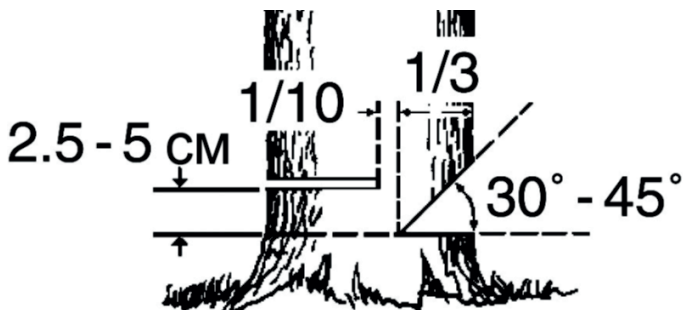

Рис. 9 / Fig. 9 Расположение запила и пропила / Location of the cut and felling cut
5. Сделайте запил с той стороны, куда должно упасть дерево. Глубина запила примерно $\frac{1}{3}$ диаметра ствола под углом 30-45° (Рис. 9).
5. Make a cut on the side where the tree should fall. The depth of the cut should be approximately $\frac{1}{3}$ of the diameter of the trunk at a 30-45 degree angle (Fig. 9).